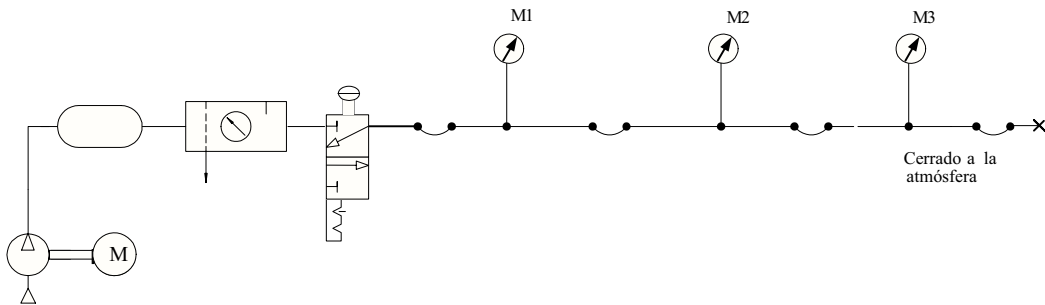

Figura. 2.7. Circuito neumático para comprobar leyes fundamentales.
8. Construir el circuito de la figura 2.7.